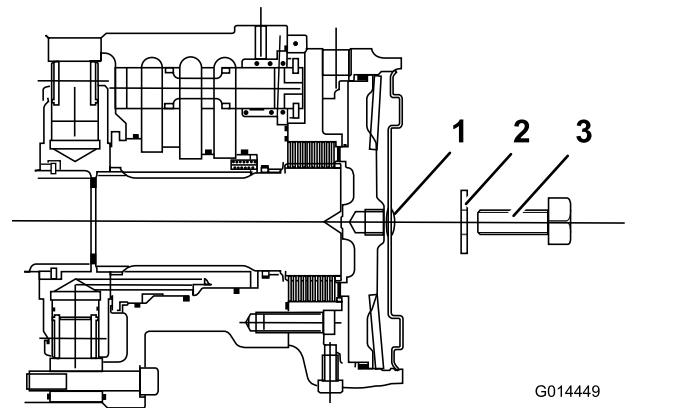

Bild 36
4. Setzen Sie eine lange Stellschraube (M12 x 40 mm) mit Scheibe durch das Loch in der Mitte der Motorendplatte ein (Bild 36).
5. Ziehen Sie die Stellschraube im Gewindeloch des Bremskolbens an, bis sich die Bremse löst (Bild 36).
6. Ermitteln Sie die Scheibenbremse am linken Vorderradmotor und wiederholen Sie den vorherigen Schritt (Bild 36).